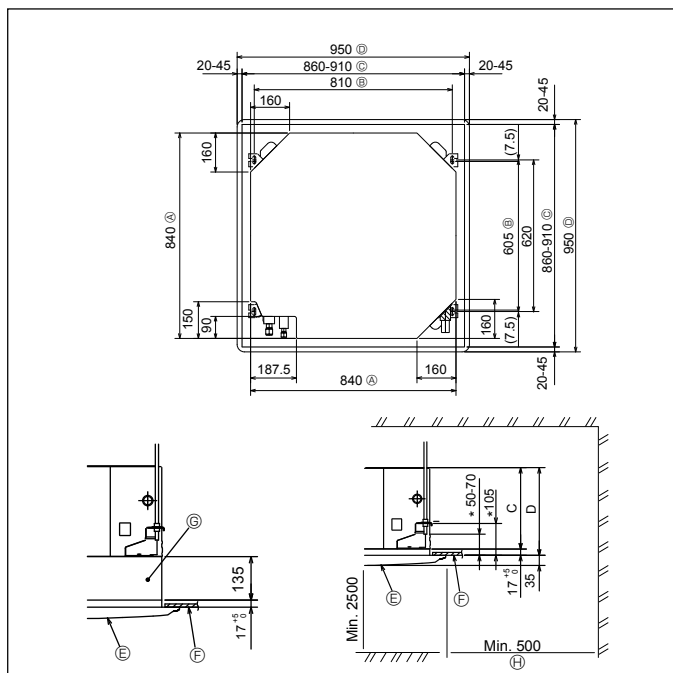

Fig. 2-2
2.2. Posizione delle aperture a soffitto e dei bulloni di sospensione (Fig. 2-2)
* Le dimensioni dell'apertura sul soffitto possono variare entro l'intervallo indicato nella Fig. 2-2; pertanto, centrare l'unità principale nell'apertura, accertandosi di lasciare lo stesso spazio tra le due coppie di lati opposti.